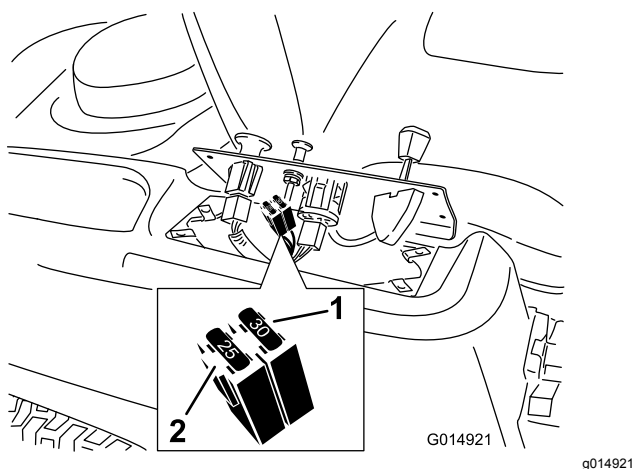

Figura 55
2. Eleve o painel de controlo para aceder à extensão principal e à caixa dos fusíveis (Figura 55).
3. Para substituir fusíveis, puxe o fusível para o retirar (Figura 55).